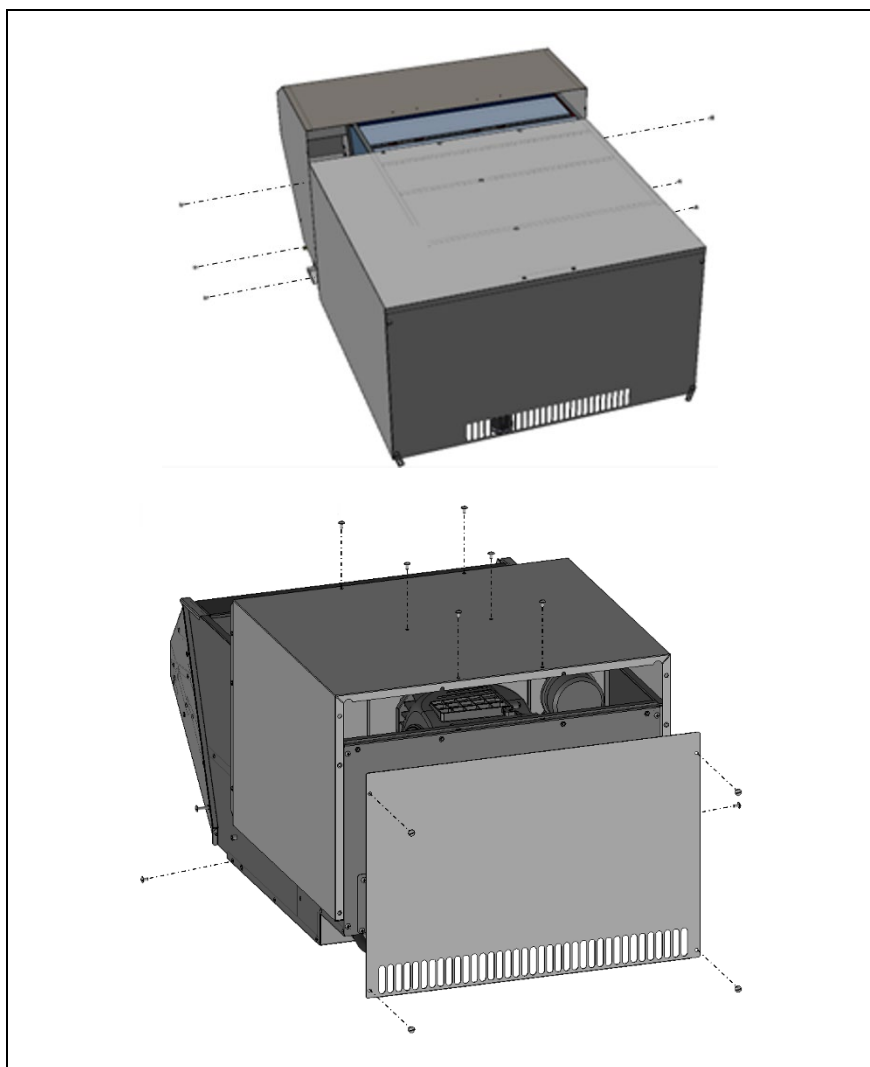

Abb. 7: Demontage Gehäuseteile
5. Entfernen der Gehäuseabdeckung vorn (Pos. 1). Anschließend die Gehäuseabdeckung hinten (Pos. 2), sowie die Gehäuserückwand (Pos. 3) demontieren (Abb. 7).